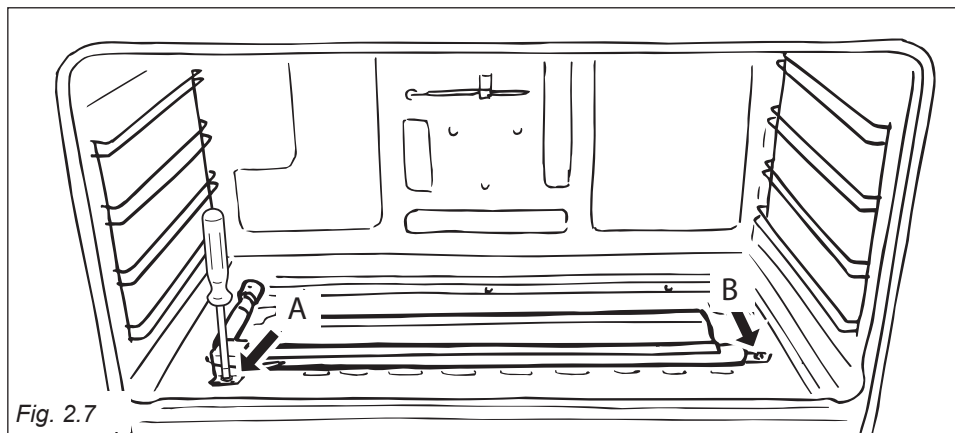

Fig. 2.7
- Svitare e togliere la vite "A" che fissa il bruciatore (fig. 2.7).
- Allentare la vite "B" (fig. 2.7).